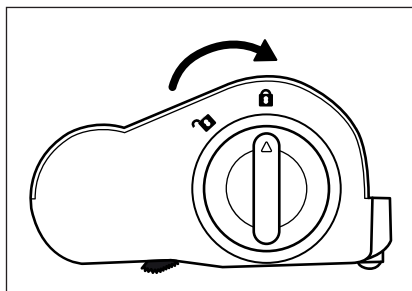

Fig. 29
- 5) Inserire il rullo a spazzola **20** nella spazzola per pavimenti **21** e ruotare lo sblocco del rullo a spazzola **19** in direzione del simbolo **1** (chiudere) (vedere fig. 29).